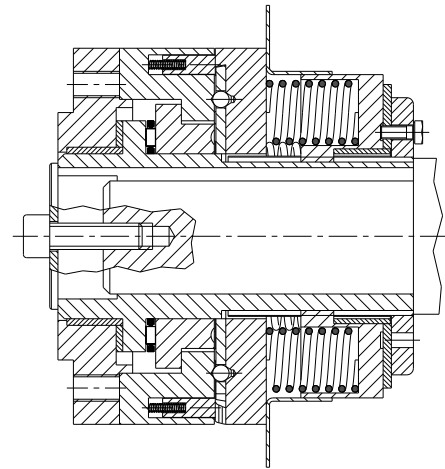

Bild 5
Bei der Montage des Überlastsystems dürfen keine Kräfte (z. B. durch Hammerschläge oder eine Montagevorrichtung) auf den Druckring (Bauteil 11) oder Einstellmutter (Bauteil 13) ausgeübt werden (siehe Bild 5).
- Sehen Sie eine Endscheibe für die axiale Sicherung des KTR-SI FRA-Überlastsystems vor (siehe Bild 5).
- Sehen Sie eine Endscheibe für die axiale Sicherung des KTR-SI FRA-Überlastsystems vor (siehe Bild 5 in Kapitel 4.4).